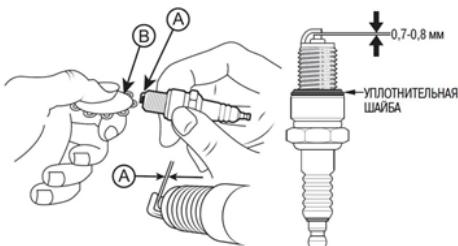

Рис. 22 Зазор между электродами свечи зажигания
4. Измерьте зазор А между электродами свечи зажигания специальным щупом В (Рис. 22). Зазор должен быть $0,7\text{--}0,8$ мм (Рис. 22). При увеличении или уменьшении требуемого зазора, рекомендуется заменить свечу, так как регулировка зазора может привести к изменению качества искрообразования.